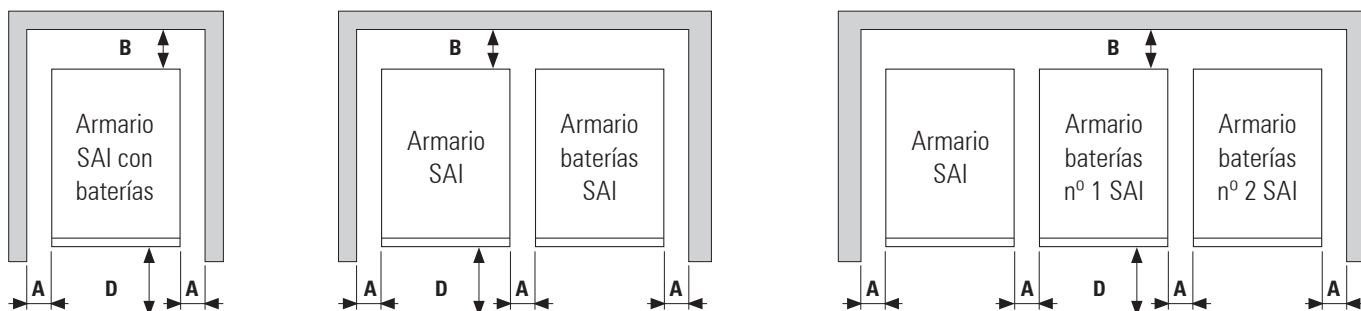

Fig. 30. Cotas mínimas periféricas para la ventilación del SAI.
- En la Fig. 30 se muestra a modo de ejemplo, casos típicos en función del modelo. El que está compuesto de un único armario, el del SAI con las baterías en su interior, el del SAI con las baterías en armario independiente o autonomías extendida.